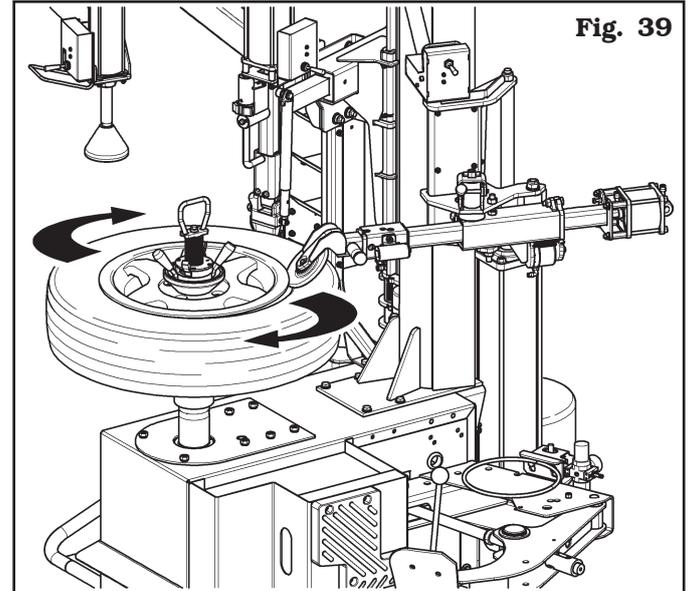

Fig. 39
3. activer la rotation dans le sens des aiguilles d'une montre de la roue en appuyant la pédale (**Fig. 22 réf. 3**). Continuer la rotation de la roue jusqu'à l'achèvement de l'opération (voir **Fig. 39**) ;